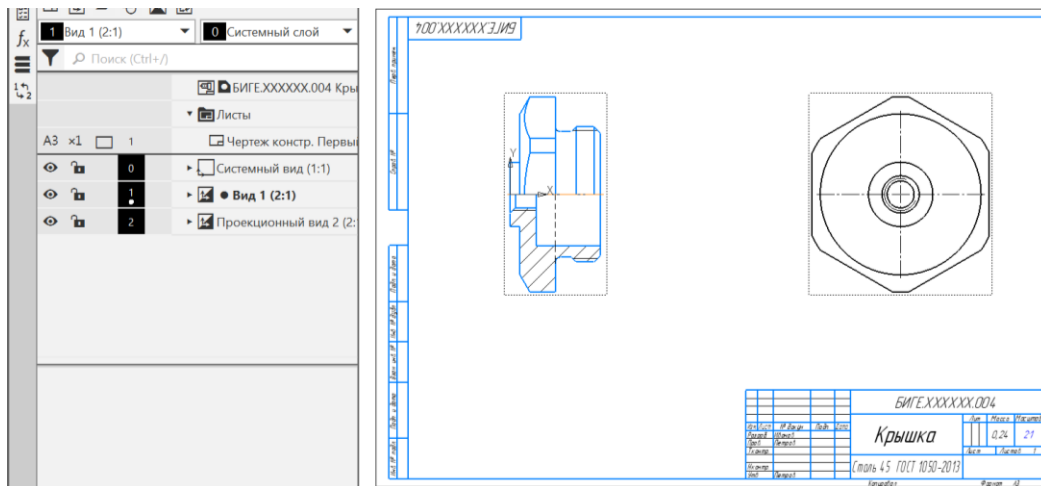

Рис. 18 Фронтальный разрез
- **Черчение – Виды – Местный разрез (рис. 18).**